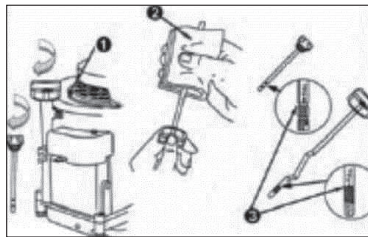

Рис. 4
2. Отверните крышку масляной трубки и извлеките масляный щуп. Проверьте уровень масла. Если уровень масла на щупе ниже метки «**Min**», добавьте масло до уровня «**Full**» (см. Рис. 4.)